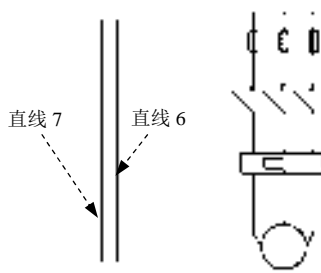
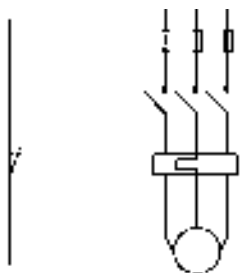
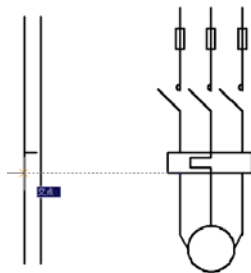

图 17.10.20 绘制直线（五）
图 17.10.21 绘制直线（六）
图 17.10.22 运用“正交”与“对象捕捉”命令
(1) 用 **绘图** (D) → **直线** (L) 命令绘制图 17.10.20 所示的直线 6。
(2) 用 **修改** (M) → **偏移** (O) 命令创建直线 7，偏移对象为直线 6，偏移距离值为 8。
(3) 绘制直线。确认系统状态栏中的和  (对象捕捉) 按钮处于显亮状态，用
绘图⑩ → 直线①命令完成图 17.10.21 所示的直线的绘制。
注意：绘制图 17.10.21 所示的倾斜直线时，在选中图 17.10.22 所示的捕捉点后，要先单击状态栏中的 （正交模式）按钮，使其处于关闭状态，然后单击直线另一端点来完成直线的绘制。